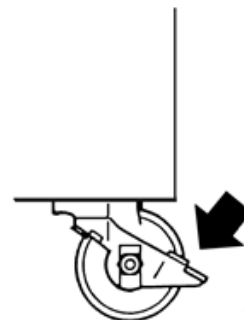

Fig.2.4
- 2) 車両脇に本製品を移動させ、キャストブレーキをロックしてください。(Fig.2.4)